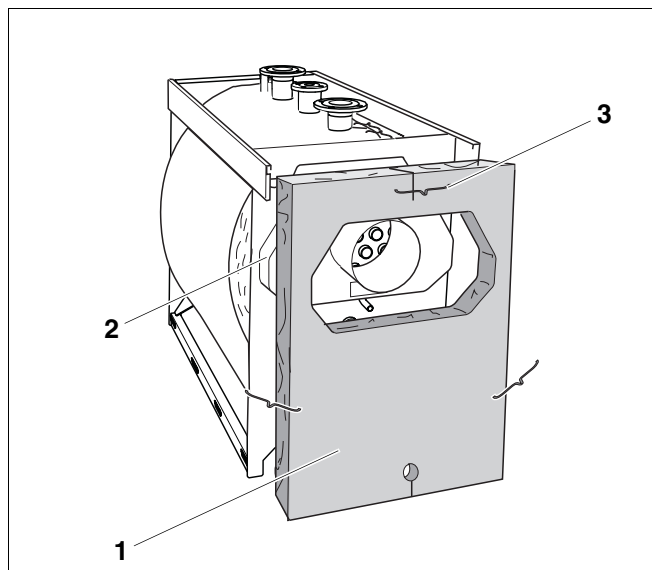

Fig. 24 Montage de l'isolation thermique du panneau arrière
- Glisser l'isolation thermique du panneau arrière avec la découpe (fig. 24, **pos. 1**) sur le collecteur des fumées (fig. 24, **pos. 2**) et fixer avec des agrafes (fig. 24, **pos. 3**).